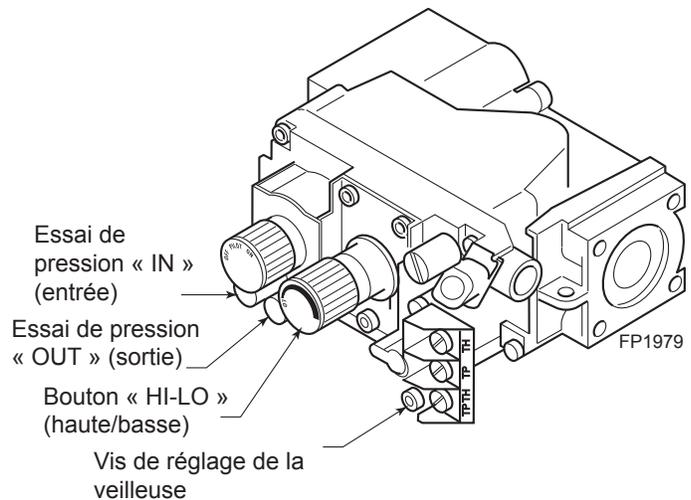

Figure 47 -
5. Pour vérifier les pression de gaz au niveau de la vanne, tournez la vis sertie dans le sens inverse des aiguilles d'une montre 2 à 3 fois pour ensuite amener le tube relié au manomètre au-delà du point de test. Mettre l'unité à « haute pression ». Figure 47. Une fois la lecture de pression effectuée, assurez-vous de tourner et serrer la vis sertie dans le sens horaire afin de réétanchéiser. Évitez de serrer au couple à l'excès. Vérifiez les points de vérification pour toute fuite de gaz.